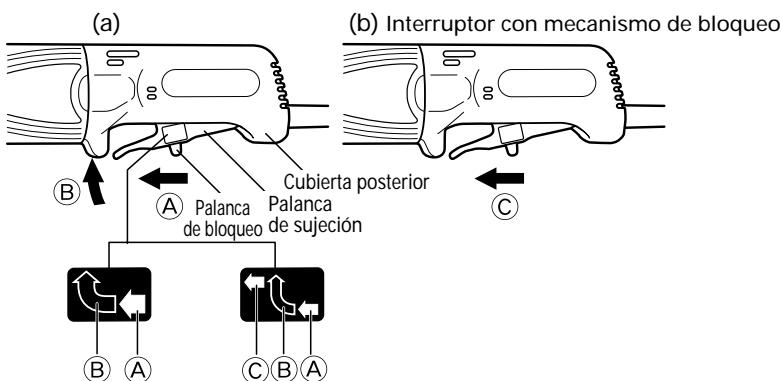

Fig. 3
**ON:** Para poner la máquina en funcionamiento, deslice la palanca de bloqueo **(A)** y después la palanca de sujeción en el sentido de **(B)** como se muestra en la Fig 3-a. Además, deslice la palanca de bloqueo en el sentido de **(C)** como se muestra en la Fig.3-b manteniendo presionada la palanca de sujeción para permitir la operación continua.
**OFF:** Para desactivar el modo de bloqueo, presione la palanca de sujeción en el sentido de **(B)**, como se indica en la Fig.3-a, y suéltela a fin de parar la máquina.